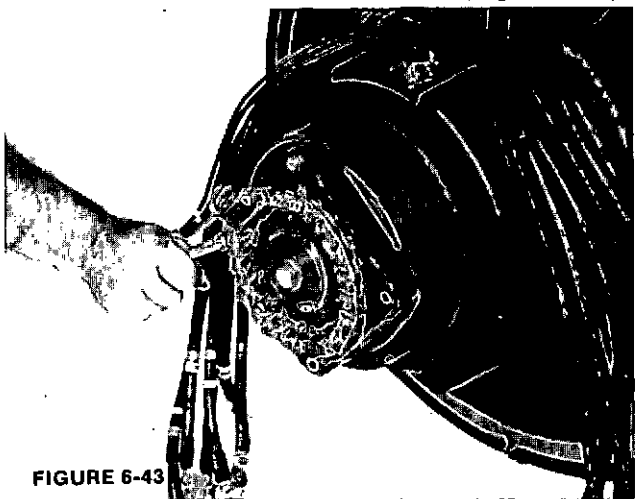

FIGURE 6-43
4. Monter le stator du PMG sur son support et serrer les 4 vis de fixation. Serrer à 5 N.m. (Figure 6-43).